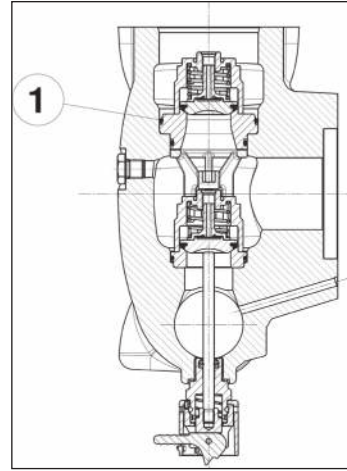

Abb. 111
Achten Sie besonders auf das Einsetzen des O-Rings Pos. ①, Abb. 111.